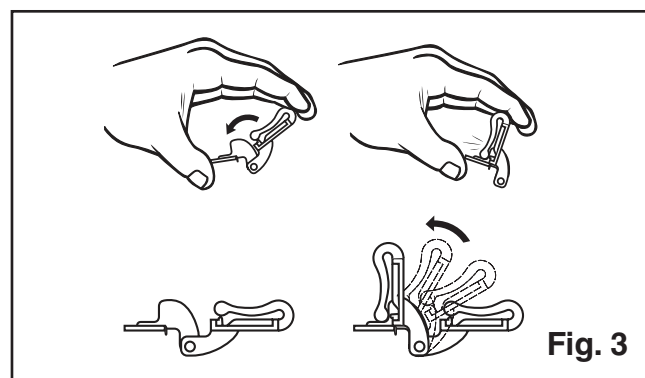

Fig. 3
4. Fermez les charnières. (Fig. 3)